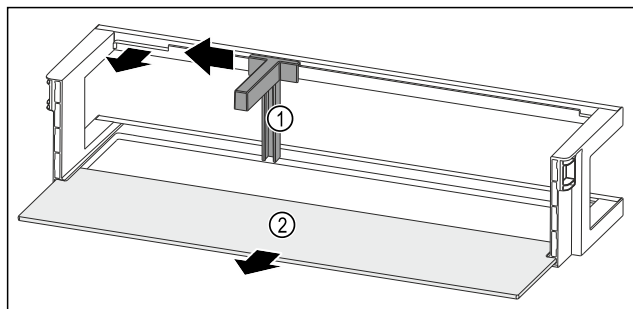

Fig. 259 Rafti i derës me mbajtëse për shishe dhe raft mbajtës
- Shtyni mbajtësen e shisheve Fig. 259 (1) anash deri te foleja.
- Hiqni mbajtësen e shisheve Fig. 259 (1).
- Hiqni raftin mbajtës Fig. 259 (2).